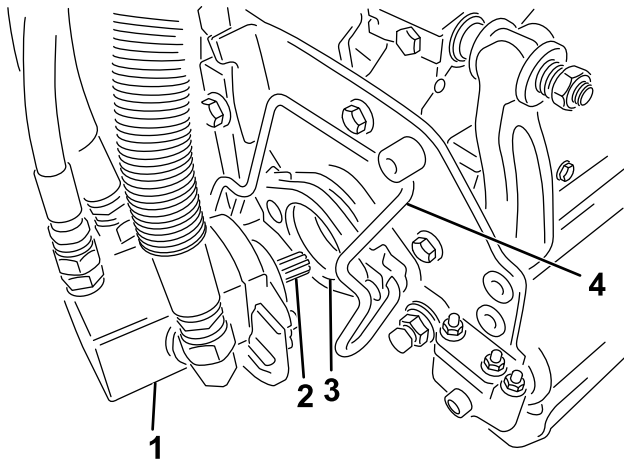

図 54
5. カッティングユニット用モータのスプラインシャフトにきれいなグリスを塗りつける 図 54。
6. モータを、カッティングユニットの左側運転席から見てに取り付け、カッティングユニットについているモータ固定バーを、モータの上から被せるようにセットし、モータの左右から「カチッ」というロック音が聞こえるまで押し下げる 図 54。